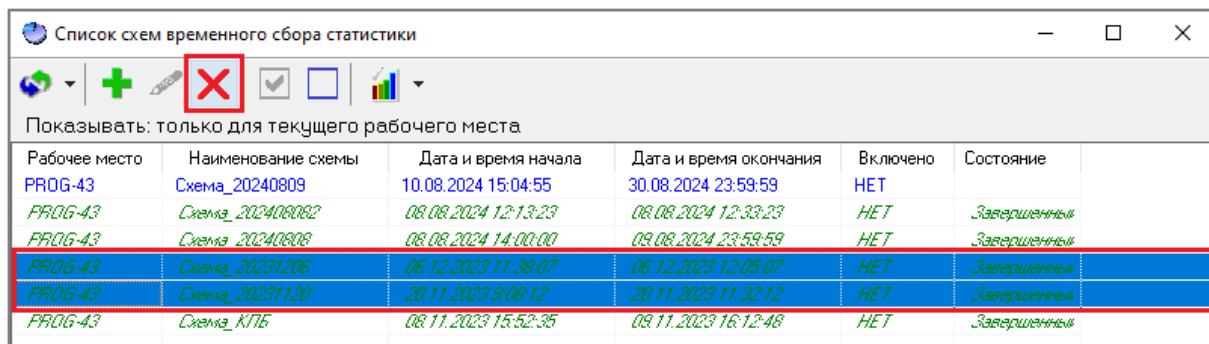

Рисунок 12-125 Удаление схем ВСС через панель инструментов окна "Список схем временного сбора статистики"
- либо нажмите кнопку «Удалить схему(ы)»  на панели инструментов (см. п. 12.6.1.1) окна «Список схем временного сбора статистики» (см. Рисунок 12-125);